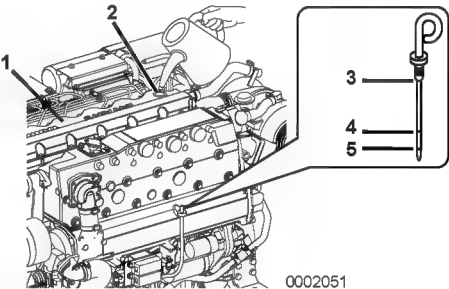

Figure 4
2. Retirez la jauge (Figure 4, (3)) et essuyez-la à l'aide d'un chiffon propre.
4. Retirez la jauge. Le niveau d'huile doit se situer entre les lignes supérieure (Figure 4, (4)) et inférieure (Figure 4, (5)) de la jauge.
1. **REMARQUE:** *Empêchez la poussière et la saleté de contaminer le liquide de refroidissement du moteur. Nettoyez soigneusement la jauge, le bouchon de remplissage et les zones avoisinantes avant d'enlever le bouchon.* Retirez le bouchon de remplissage d'huile jaune (**Figure 4, (2)**) sur le dessus du couvre culbuteur (**Figure 4, (1)**) et ajoutez l'huile moteur.
2. Remplissez d'huile moteur jusqu'au repère supérieur (**Figure 4, (4)**) de la jauge d'huile (**Figure 4, (3)**). Enfoncez complètement la jauge à huile pour vérifier le niveau. **REMARQUE: Ne remplissez JAMAIS le moteur d'huile moteur au-delà de sa capacité.**
- « Plein » signifie la quantité d'huile située au repère supérieur (**Figure 4, (4)**) sur la jauge.
- « Effective » signifie la différence entre la quantité d'huile située au repère supérieur et celle située au repère inférieur (**Figure 4, (5)**).
3. Serrez à la main le bouchon de l'orifice de remplissage (**Figure 4, (2)**) fermement.